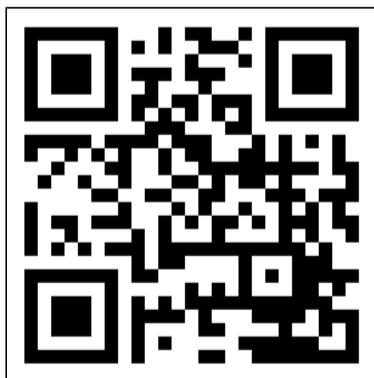

Abbildung 31.
1. Öffnen Sie das Eurom Smart App-Handbuch mit dem QR-Code (Abbildung 31) oder gehen Sie zu www.eurom.nl/nl/manuals.